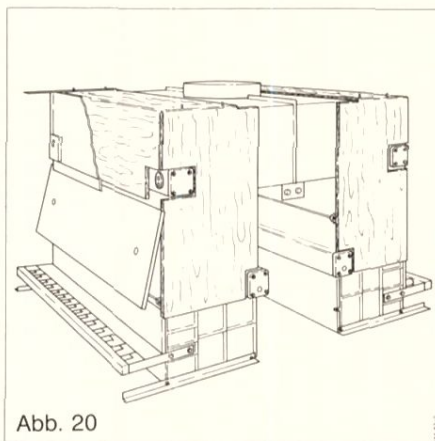

Abb. 20
Nach Montage der Kesselblöcke und der Strömungssicherung, die Isoliermatte (2) über die Strömungssicherung (1) und den Kesselblock legen. (Alu-Kaschierung nach außen) Siehe Abb. 20. Die Schrauben für die Befestigung der Haltebleche durch die Isoliermatte drücken.
Rohrwellen (3) durch die dafür vorgesehenen Öffnungen in der Strömungssicherung stecken. Siehe Abb. 20.